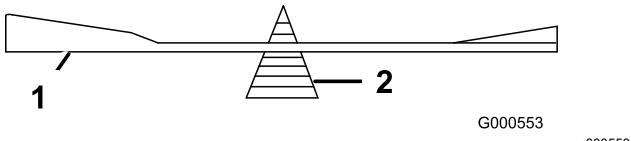

Figure 111
2. Vérifiez l'équilibre de la lame en la plaçant sur un équilibrEUR (Figure 111).